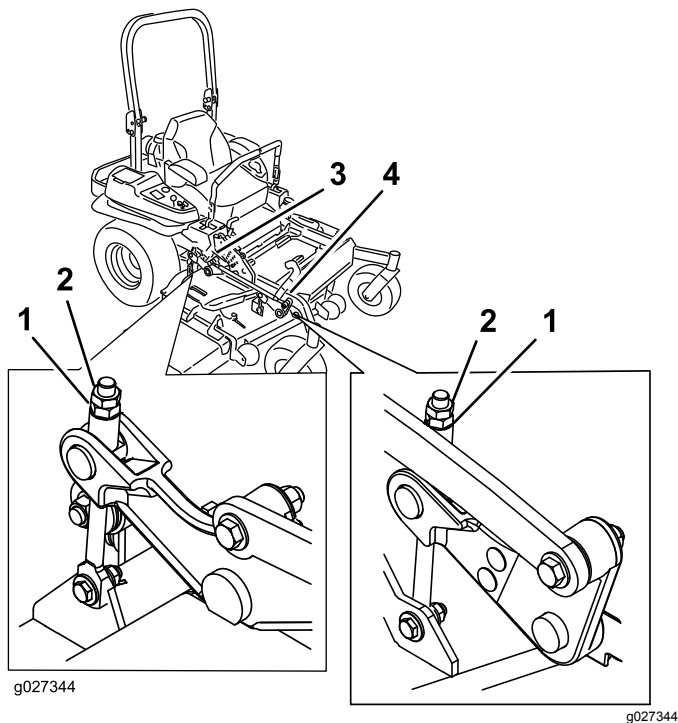

Figure 94
10. Ajustez précisément le serrage de l'écrou de réglage sur l'ensemble de levage du plateau avant (Figure 94).